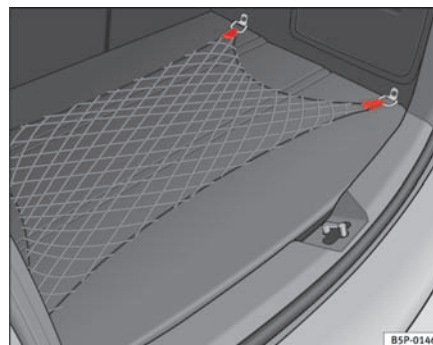

Fig. 105 Bagagerumsnet
- Anvend fastgørelsesøjere i bagagerummets sider til montering af bagagerumsnettet ⇒ fig. 105. ▶